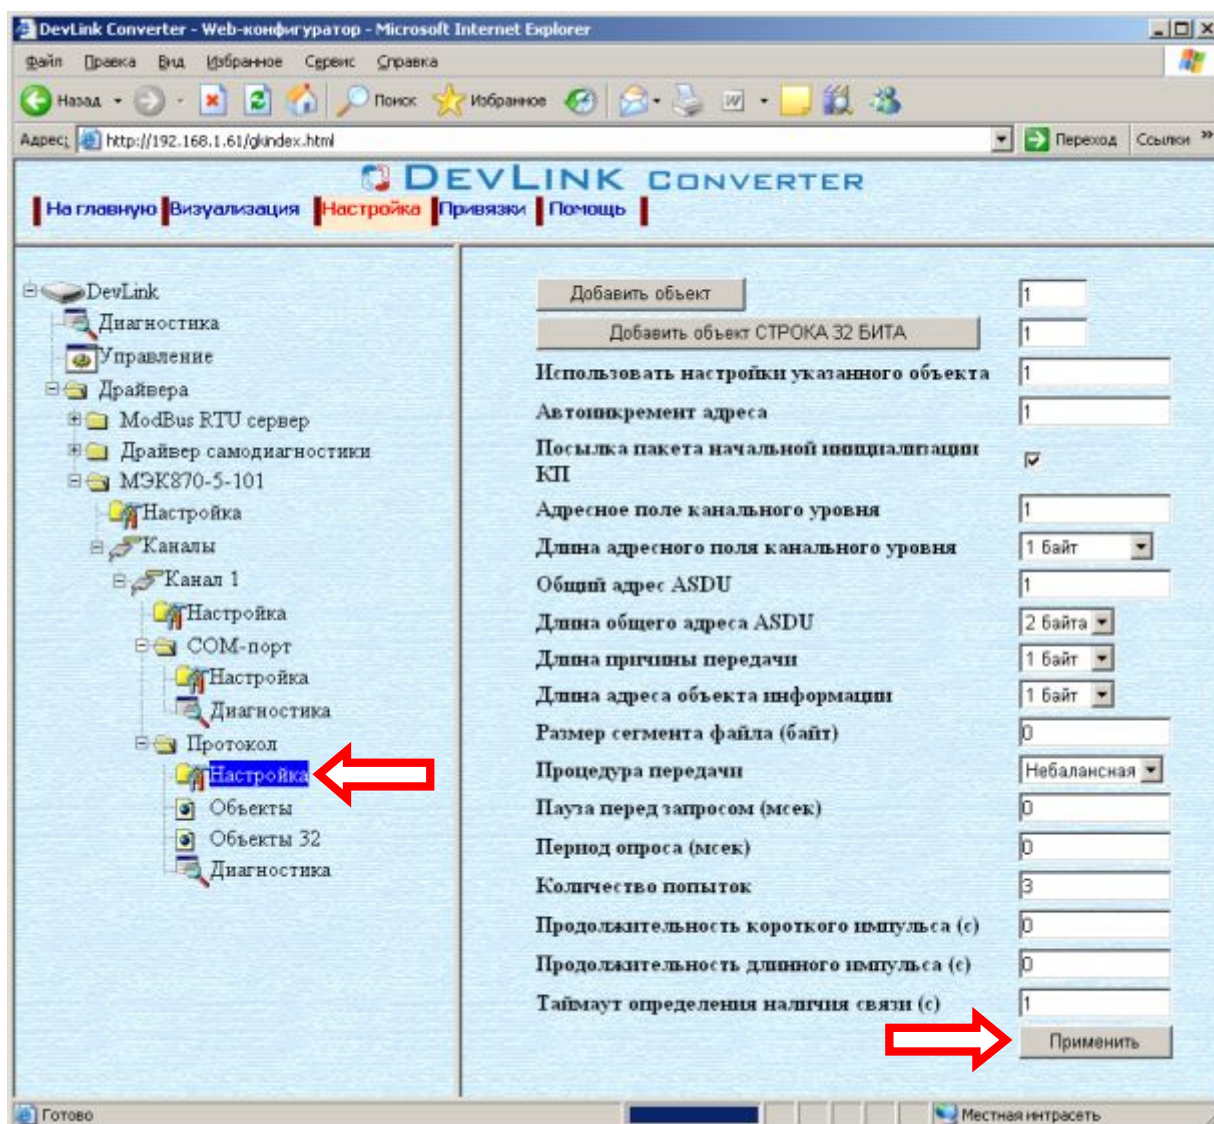

Рисунок 3.8 – Настройка протокола
- Выберите в дереве объектов *папку «Настройка» протокола* нужного канала драйвера (рисунок 3.8). В результате в правом фрейме (фрейм «Настройка») конфигуратора появятся соответствующие элементы управления
- С помощью элементов управления задайте необходимые установки и нажмите кнопку «Применить» (рисунок 3.8).